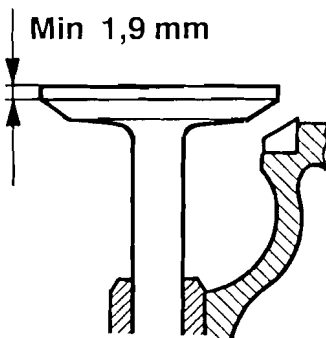

Fig. 72
- 2 Si el borde del disco de la válvula es inferior a 1,9 mm en las de admisión y de 1,4 mm en las de escape, deberá cambiarse la válvula. Análogamente deberán cambiarse las válvulas cuyo vástago esté deformado, véanse figs. 72 y 73.